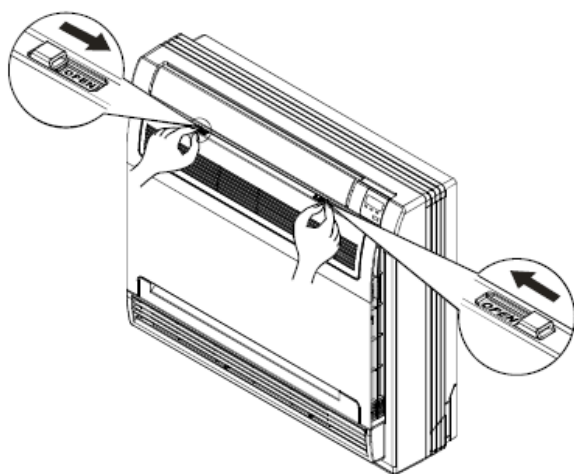

Fig.7-1
- Skjut de två spärrar på vänster och höger sida inåt, tills du hör ett klickande ljud (Se Fig. 7-1).